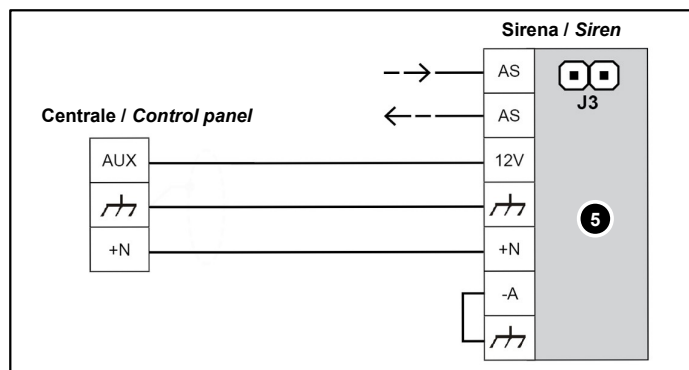

Fig. 4 - Collegamento NEMO-L (+N) / NEMO-L (+N) connection
2.4.2 Collegamento elettrico NEMO-L**• PROCEDURA DI COLLEGAMENTO TRAMITE MORSETTO: +N****Eseguire le seguenti operazioni (fig. 4):**
2.4.2 NEMO-L electrical connection**• CONNECTION PROCEDURE VIA TERMINAL BLOCK: +N****Perform the following operations (fig. 4):**